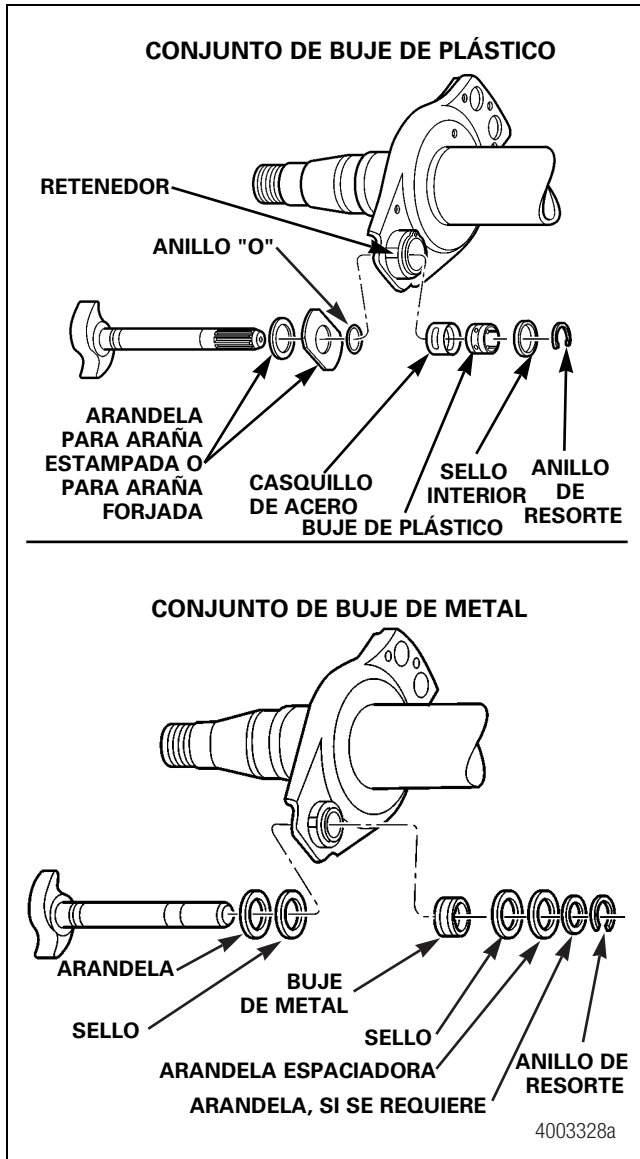

Figura 11.31
2. Retire todas las piezas flojas del eje de levas y el orificio de retención, incluidos los sellos de grasa y las arandelas. Figura 11.31.